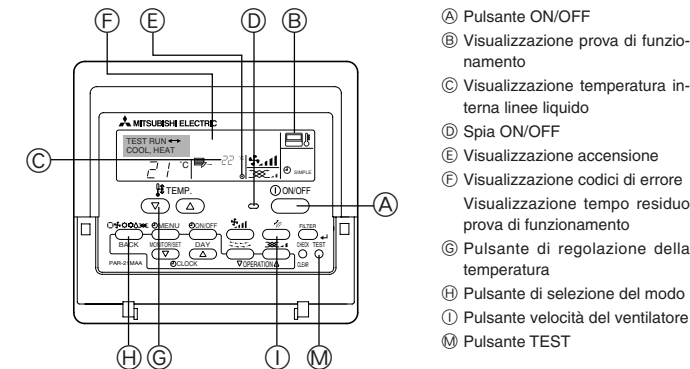

Fig. 8-1
8.2. Prova di funzionamento (Uso del comando a distanza con filo) (Fig. 8-1)
- ① Inserire l'alimentazione almeno 12 ore prima della prova di funzionamento.
- ② Premere due volte il pulsante [TEST]. ➡ Display a cristalli liquidi "TEST RUN"
- ③ Premere il pulsante [Mode selection] (selezione modalità). ➡ Accertarsi che il vento venga soffiato fuori.
- ④ Premere il pulsante [Mode selection] (selezione modalità) e passare alla modalità raffreddamento (o riscaldamento). ➡ Accertarsi che il vento freddo (o caldo) venga soffiato fuori.
- ⑤ Premere il pulsante [Fan speed] (velocità del vento). ➡ Accertarsi di commutare sulla velocità del vento.
- ⑥ Controllare il funzionamento del ventilatore della sezione esterna.
- ⑦ Rilasciare il pulsante della prova di funzionamento, premendo il pulsante [ON/OFF]. ➡ Stop
- ⑧ Registrare un numero di telefono.